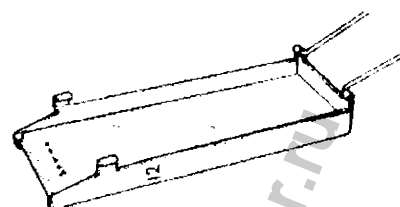

Рисунок 3-11
1. Напишите название образца на чистой поверхности стеклянной пластинки. Поместите пластинку матовым участком вверх в держатель камеры для образцов (1). См. Рис. 3-11.